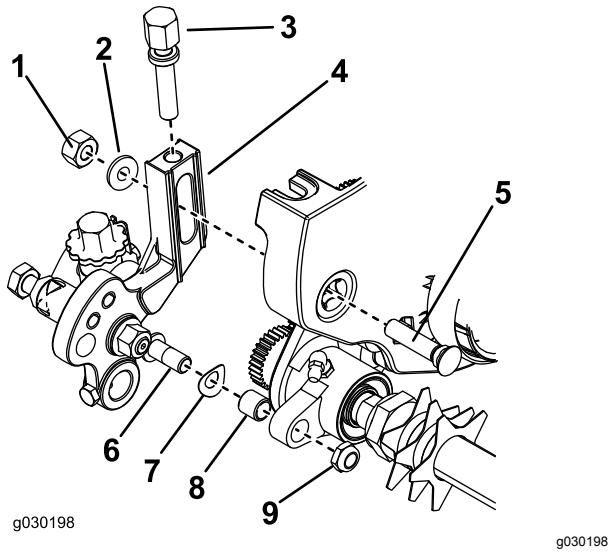

Figura 13
1. Montate la boccola nel foro del gruppo di trasmissione del groomer di destra (Figura 13).
2. Avvitate la vite di regolazione dell'altezza di taglio nella parte superiore del gruppo del braccio regolatore destro (Figura 13).
3. Installate la rondella elastica sull'estremità dell'asta del gruppo braccio dell'altezza di taglio (Figura 13).
4. Montate il gruppo braccio regolatore di destra sulla piastra laterale dell'apparato di taglio utilizzando un bullone della lama, un dado e una rondella speciale (Figura 13).
5. Fissate l'estremità dell'asta del gruppo braccio regolatore al gruppo di trasmissione del groomer con il dado di bloccaggio (Figura 13).
7. Montate la boccola nel foro del gruppo di trasmissione del groomer di sinistra (Figura 13).
8. Avvitate la vite di regolazione dell'altezza di taglio nella parte superiore del gruppo braccio regolatore di sinistra (Figura 13).
10. Installate la rondella elastica sull'estremità dell'asta del gruppo braccio dell'altezza di taglio di sinistra (Figura 13).
11. Montate il gruppo braccio regolatore di sinistra sulla piastra laterale dell'apparato di taglio utilizzando un bullone della lama, un dado e una nuova rondella (Figura 13).
12. Fissate l'estremità dell'asta del gruppo braccio regolatore al gruppo di trasmissione del groomer con un dado di bloccaggio (Figura 13).